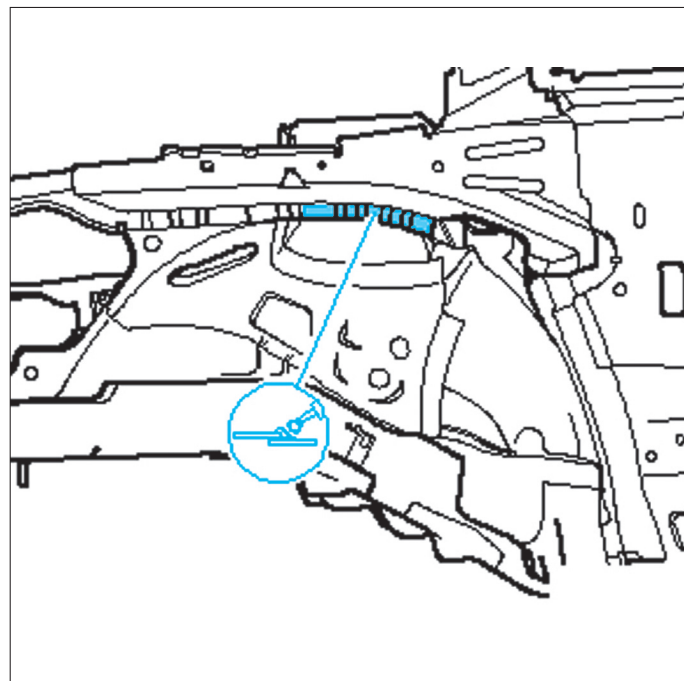

FIG. 17
- Une fois les opérations de finition, d'étanchéité et de prévention contre la corrosion effectuée, appliquer un produit d'étanchéité pulvérisable tel que du mastic (Fig.17).